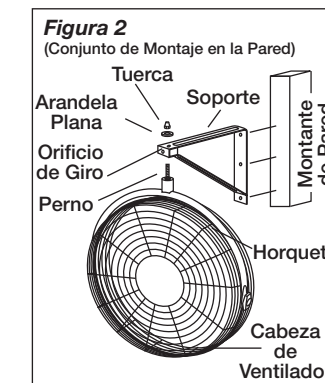
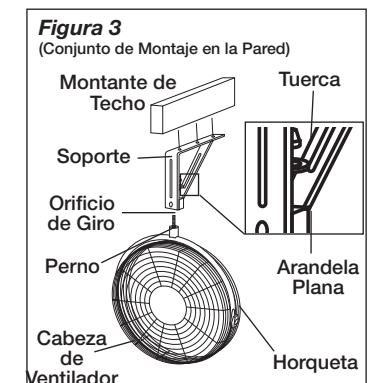

Figura 2
Figura 3
Conjunto de Montaje en la Pared (Figura 2)
Conjunto de Montaje en el Techo (Figura 3)
3. Inserte el Perno a través de la Horqueta, Soporte, Orificio de Giro, Arandela Plana, y dentro de la Tuerca. (Figura 2) o (Figura 3)